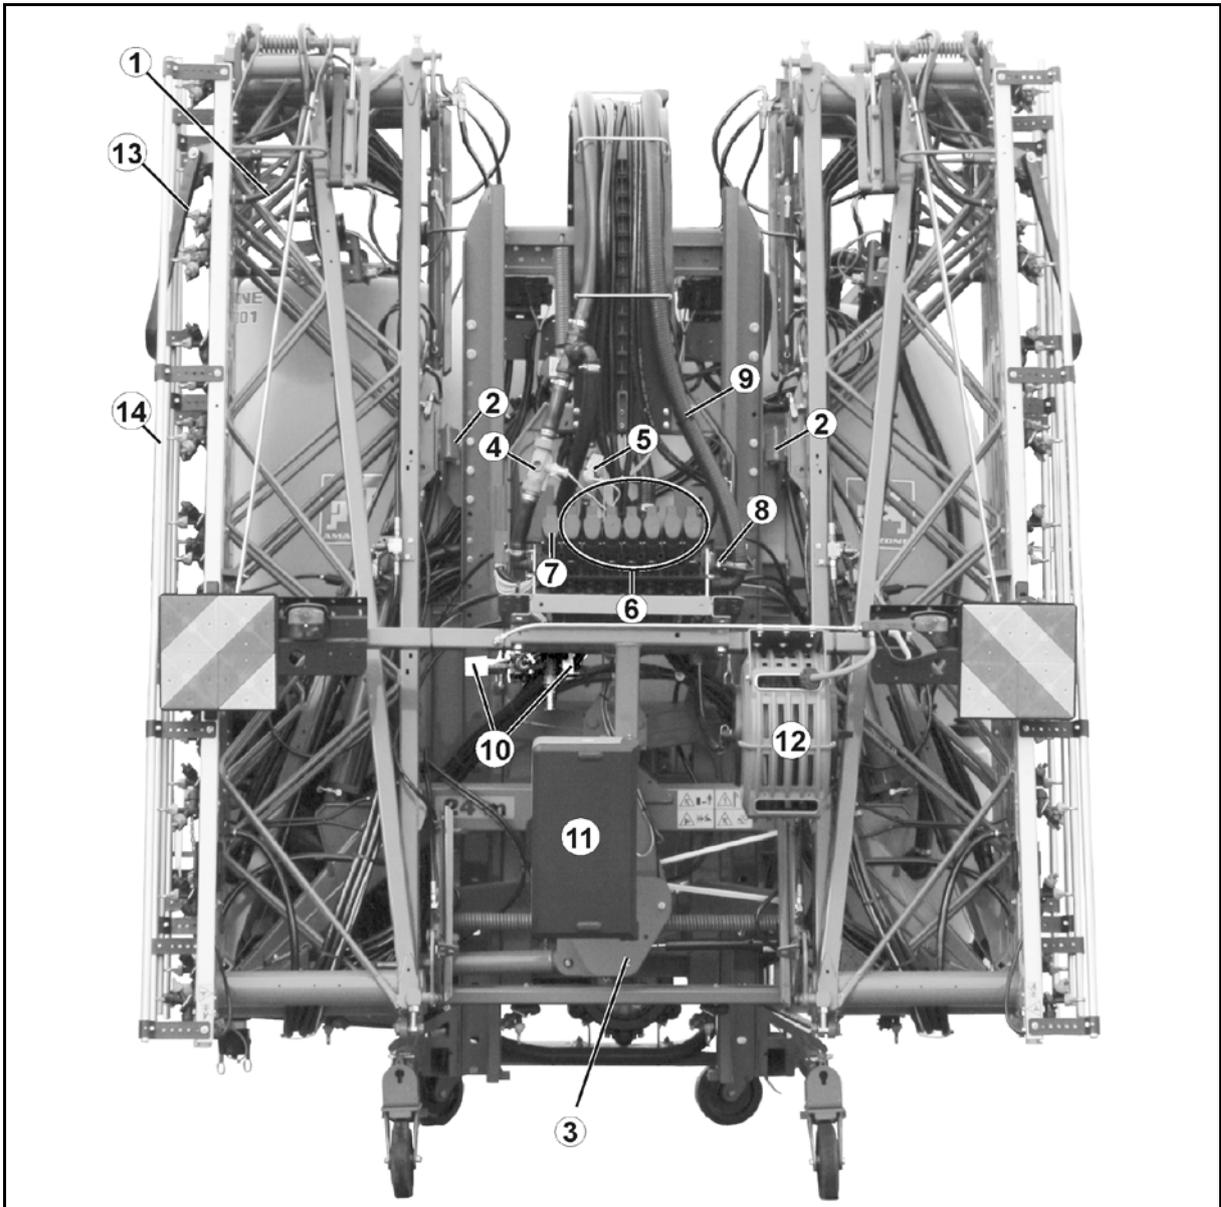

Fig. 80
4. Después del plegado, comprobar que el seguro de transporte encaje correctamente (Fig. 80).